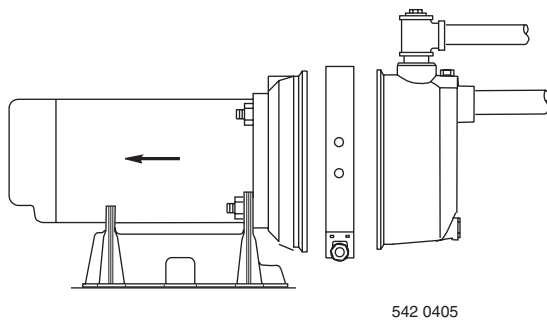

Figura 19 – Deslizar el motor hacia atrás
No es necesario que la bomba y la tubería estén desconectadas para reparar o reemplazar el motor o el sello (consulte la Figura 19). Si reemplaza el motor, reemplace el sello de eje. Guarde uno a mano para uso futuro.
2. Retire la abrazadera (consulte la Figura 19).
3. Retire los pernos de montaje de la base de la bomba. Ahora se puede retirar la unidad del motor y la mitad posterior de la bomba de la mitad delantera de la misma (Figura 19). Retire el aro tórico CUIDADOSAMENTE.